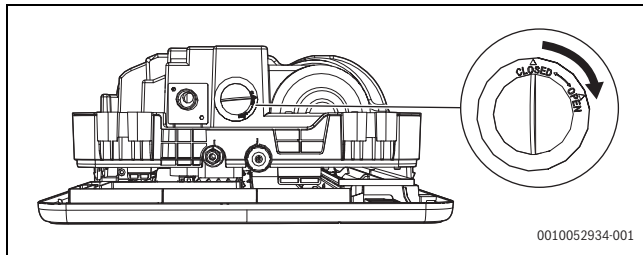

Fig. 36
- Abrir la tapa de prueba de agua (→ fig. 36) del cuerpo de la máquina. Se debe desatornillar durante la prueba de drenaje para comprobar si la bomba de drenaje está encendida y si hay algún problema con la bomba de drenaje.